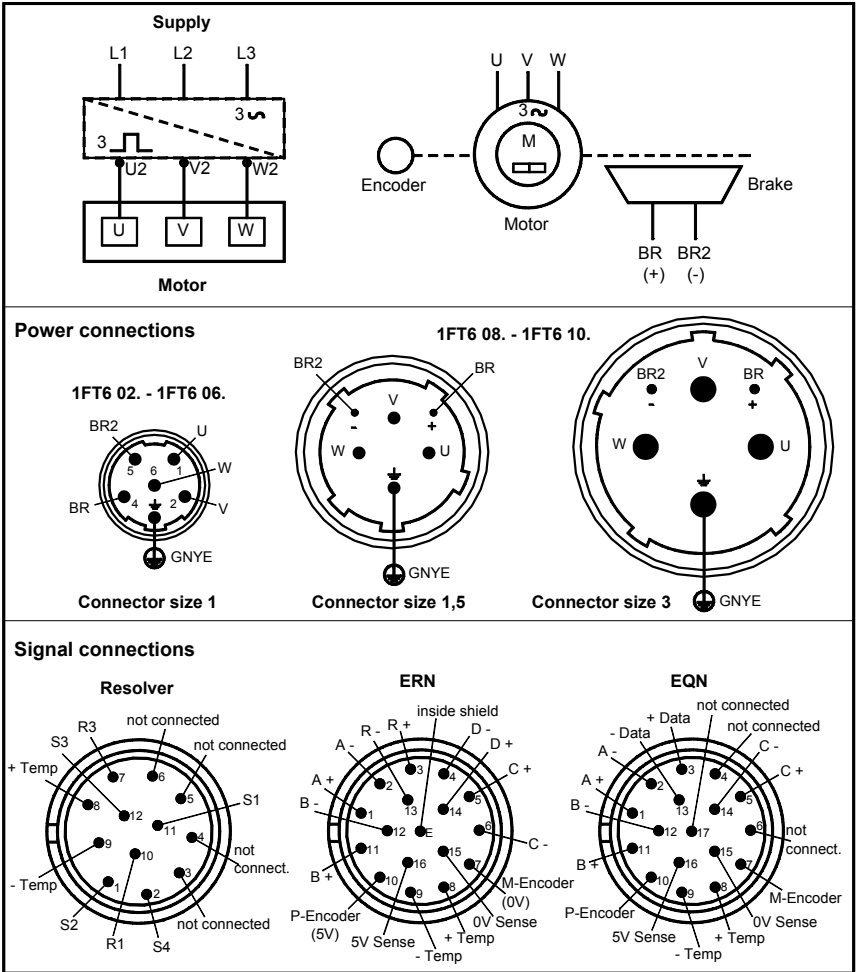
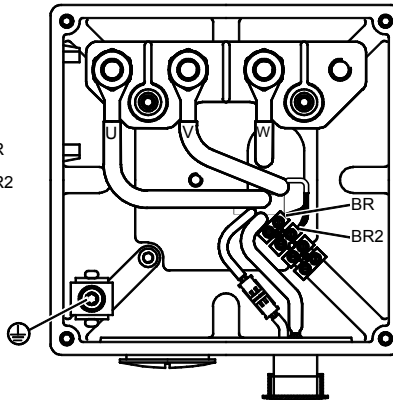

Fig. 6 Circuitos
Fig. 8 Caja de bornes
- Observe los datos de la placa de características (cap. 3.1) y las indicaciones de los esquemas de conexiones (Fig. 6).
2. Realizar la asignación de conectores según la Fig. 6. Conectar el conductor de protección.
3. Conectar el freno mediante los conectores de potencia según la Fig. 6.
2. Realizar la asignación de conectores según la Fig. 6.
1. Realizar la asignación de bornes en las cajas según la Fig. 8, conectando una línea de toma de tierra.
- Conexión de los frenos a través de un enchufe de potencia (Fig. 6) o una caja de bornes (Fig. 8).
Para ello, aplicar 24 V DC $\pm 10\%$ a los pins BR, BR2 (Fig. 6, Fig. 8) y dar marcha libre al rotor (sin ruidos de rozamiento).